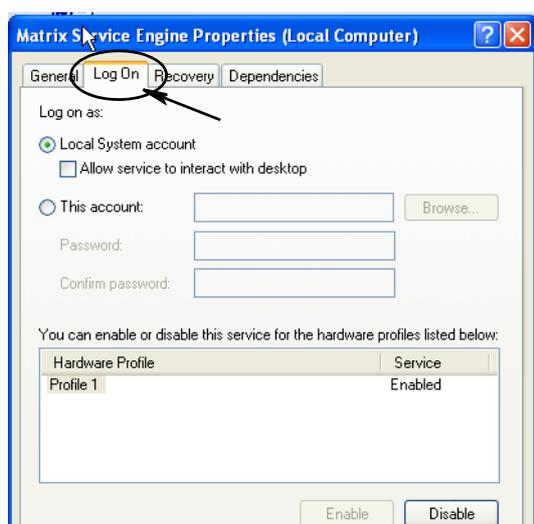

FIG. 57
e. Seleccione la pestaña Iniciar sesión (FIG. 57).